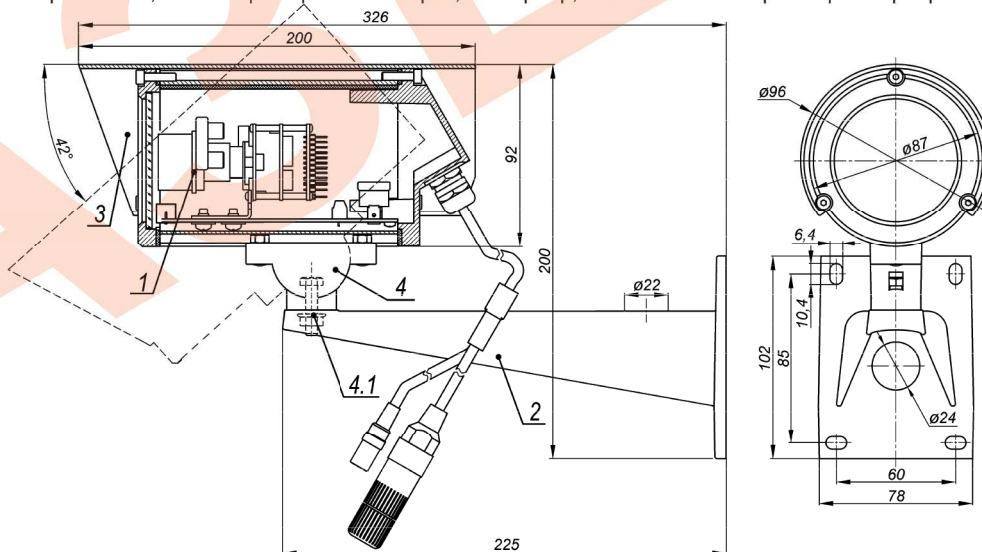

Рис.1 Состав изделия. Габаритные и установочные размеры
8. Ослабив гайку болта (поз.4.1 рис.1) фиксации шарнира (поз.4), установить видеокмеру на нужное направление обзора, после чего надёжно зафиксировать шарнир, затянув гайку.
| 20 | Габаритные и установочные размеры | см. рис.1 |
1. Установить кронштейн (поз.2 рис.1) на штатное место, закрепить на нём термокожух с видеокамерой (поз.1 рис.1).